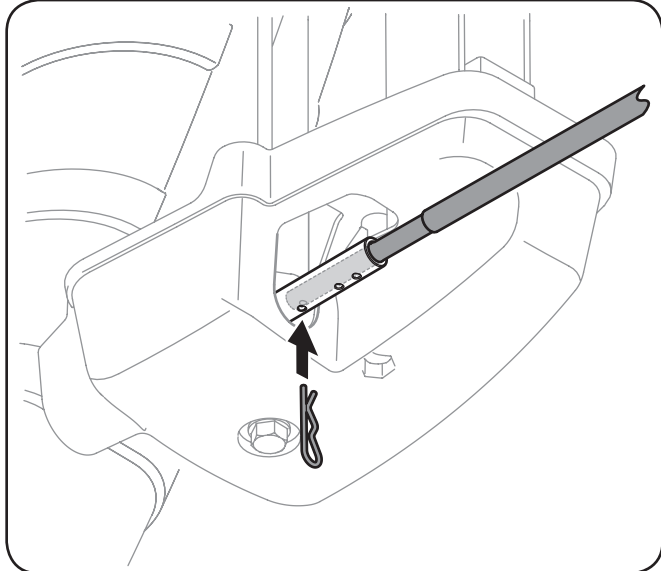

Figure 4-2
2. Enfoncez la tige de commande de la goulotte jusqu'à ce que le trou soit aligné avec le 3e trou de l'ensemble de rotation. Voir la Figure 4-2.
rotation. Voir la Figure 4-2.
3. Enfoncez à nouveau la goupille fendue dans ce trou et celui de la tige de commande, comme à la Figure 4-2.
4. Prenez la tige de commande et tournez la goulotte à la main vers la droite ou la gauche. Voir la Figure 4-2.